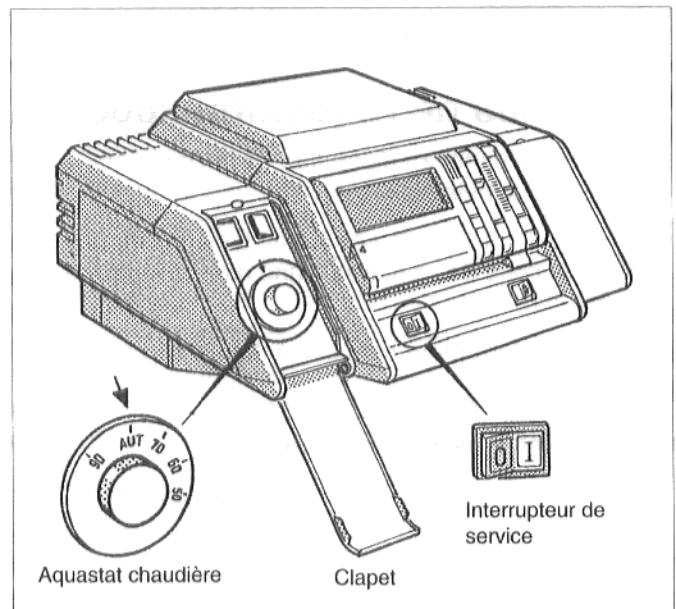

Fig. 5
- Ouvrir le clapet gauche de l'appareil de régulation (fig. 5).
- Mettre l'interrupteur de service (fig. 5) en position I.
- Régler l'aquastat chaudière (fig. 5) sur la température souhaitée, sur AUT pour les régulations "Ecomatic".